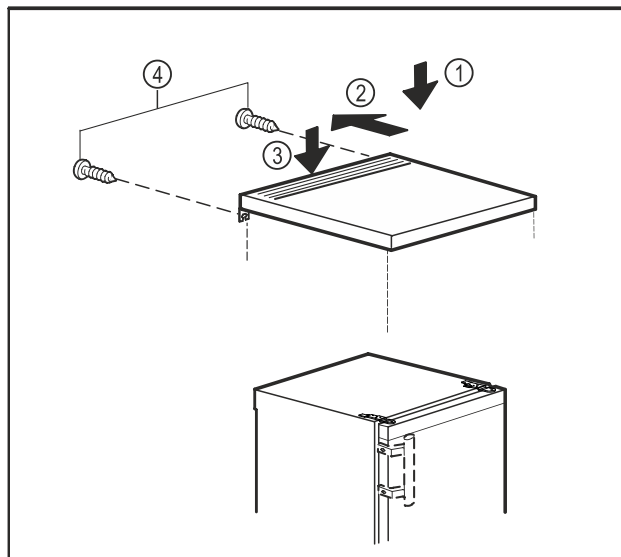

Fig. 19
- ▶ Ułożyć płytę stołu na urządzeniu. Fig. 19 (1)
- ▶ Przesunąć płytę stołu do tyłu. Fig. 19 (2)
- ▶ Docisnąć płytę stołu z tyłu do dołu. Fig. 19 (3)
- ▶ Dokręcić śruby na ścianie tylnej. Fig. 19 (4)